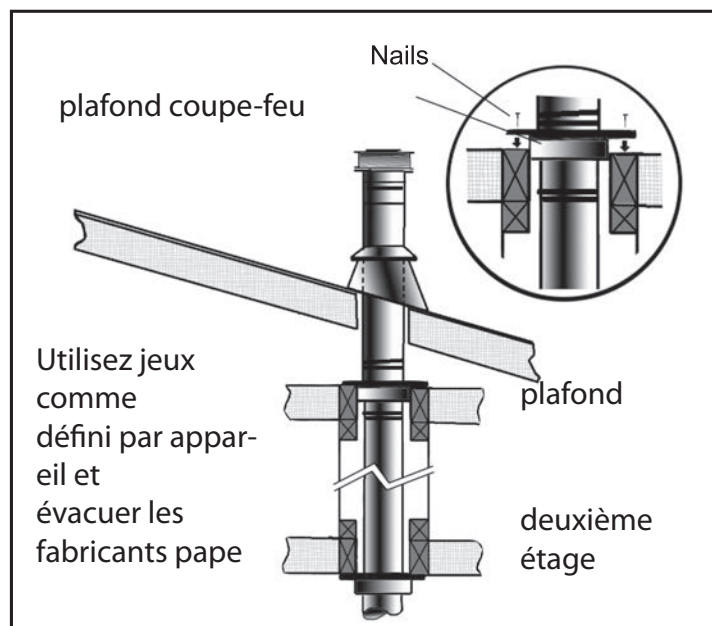

Figure 45: Multi-Story Installation tuyau de ventilation.
- (2) Chaque fois que possible, utilisez coudes à 45 ° degrés au lieu de coudes à 90 ° degrés. Le coude à 45 ° degrés offre moins de restriction à l'écoulement des gaz de combustion et l'air d'admission.
- (3) Pour les installations de plusieurs étages; un coupe-feu de plafond est requis au deuxième étage, et des étages suivants (voir Figure 45). L'ouverture doit être conçue de 10 "(254 mm) x 10" (254 mm) à l'intérieur des dimensions, de la même manière que celle représentée sur la Figure 33.